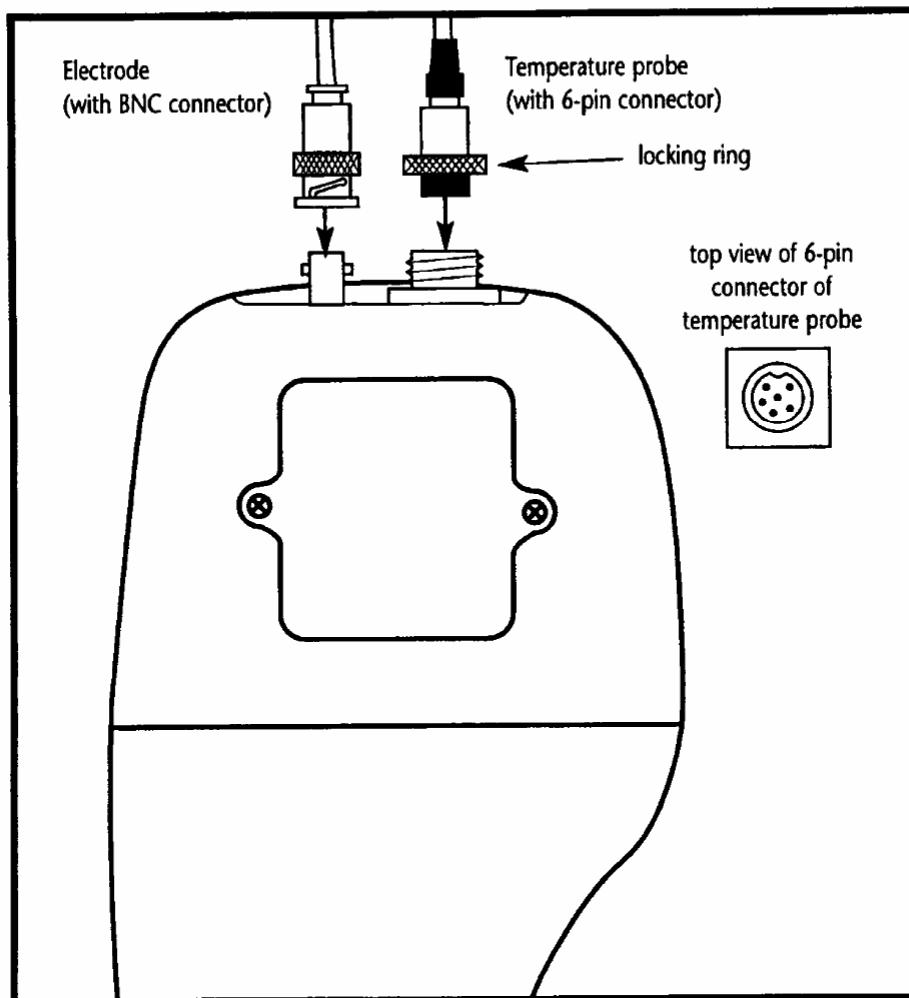

图 4 – pH 电极(BNC)和温度探头(6-脚连接器)的连接器
1. 将电缆线上的 6 针插头插上仪器上端的插座中，候正位置，推进插头，旋转金属环，锁定到位，参见图 4。